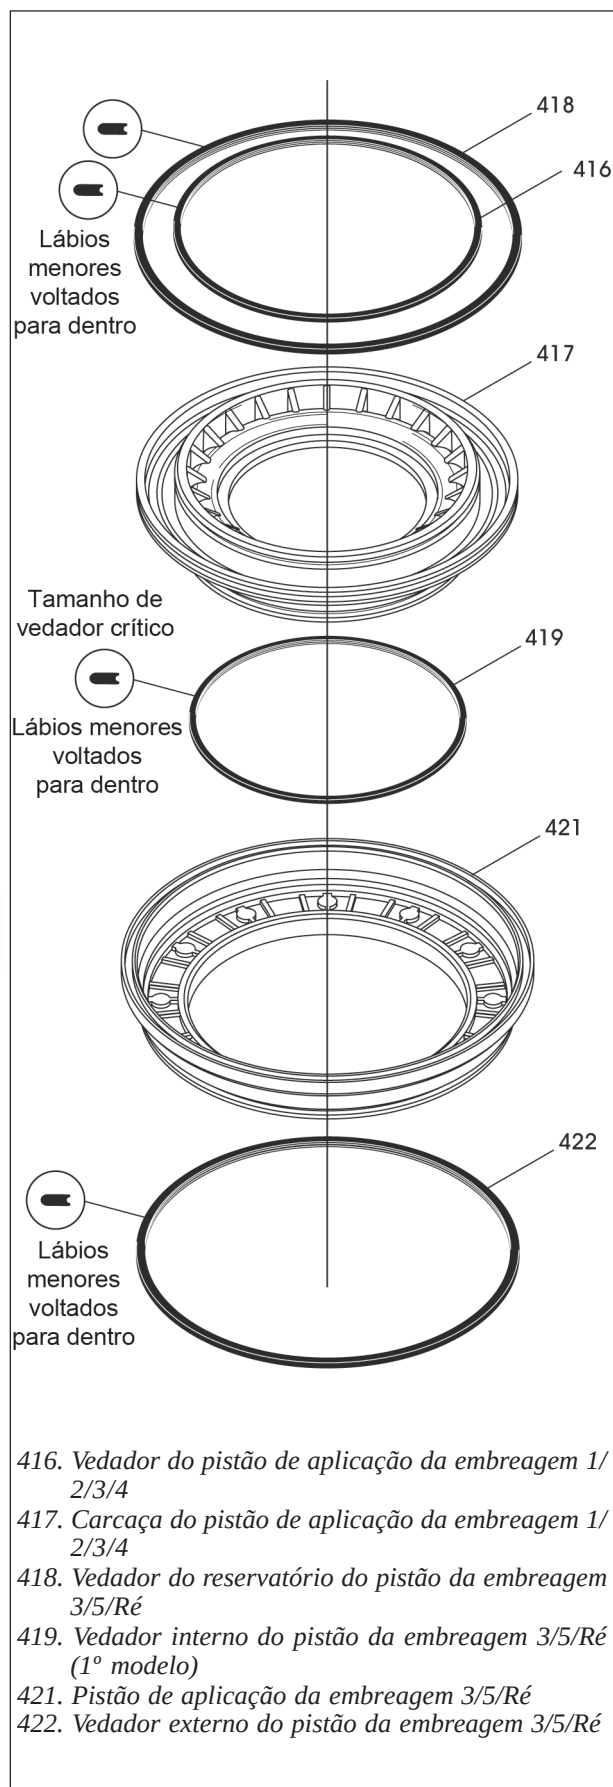

Figura 92
8. Instale os vedadores nas ranhuras do pistão de aplicação da embreagem 3/5/Ré e pistão de aplicação da embreagem 1/2/3/4, com os lábios menores voltados para a ranhura, conforme mostra a figura 92.